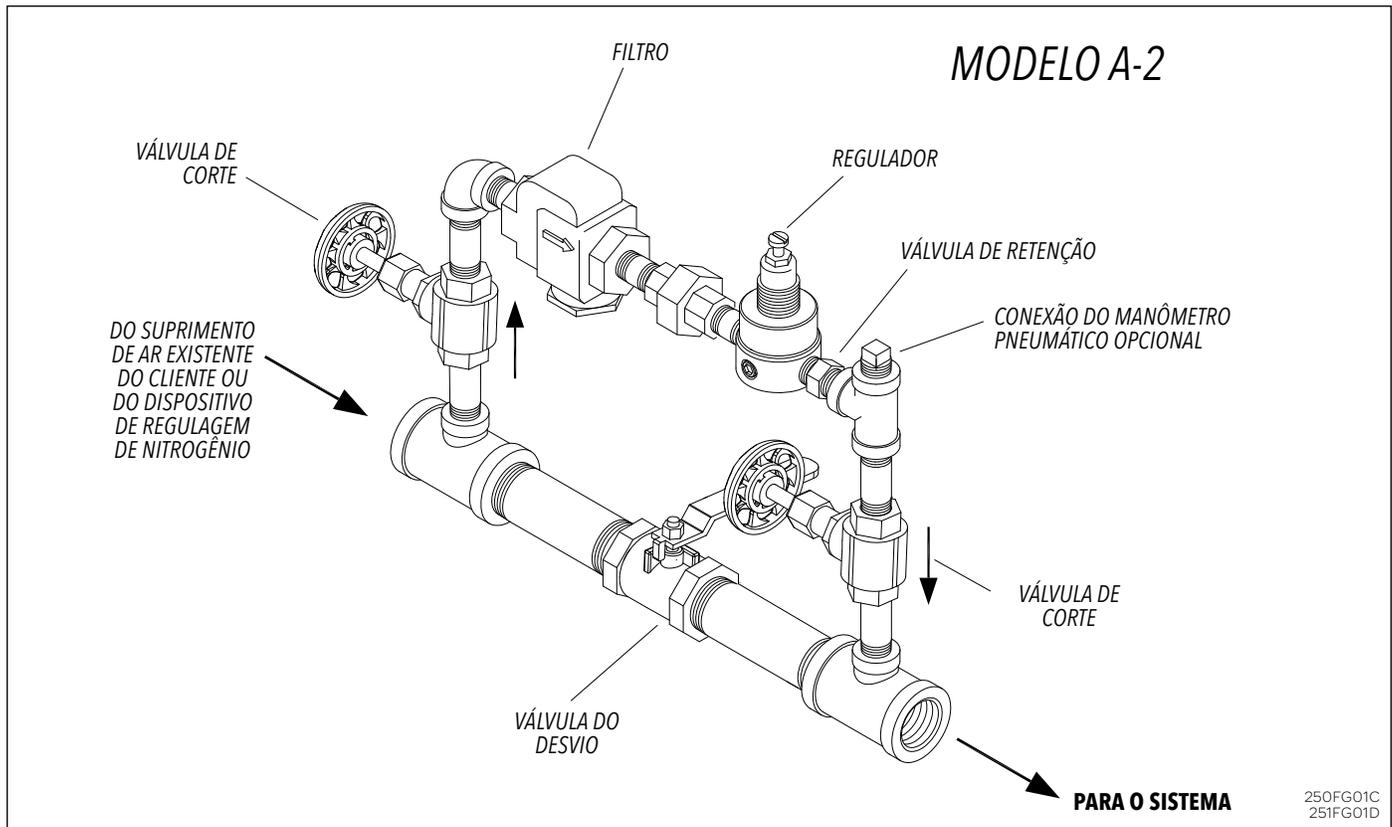

Fig. 8
**Nota:** a contraporca no regulador (Nº 1, Fig. 8) devem ser apertadas após o ajuste, de modo a se prevenir uma alteração acidental na configuração da pressão.
O regulador de pressão (Fig. 8) é ajustado em fábrica para manter uma pressão nominal de ar ou nitrogênio de 30 psi (2,1 bar) no sistema. Para alterar a pressão de saída, solte a contraporca no topo do regulador e gire o parafuso de ajuste no sentido horário para aumentar a pressão. Para reduzi-la, gire o parafuso de ajuste no sentido anti-horário. A pressão resultante pode ser determinada no manômetro de ar dos sprinklers uma vez que o fluxo de ar através do dispositivo tenha cessado, ou no manômetro opcional mostrado na Figura 8.
4. Caso seja necessário realizar a manutenção do regulador, do filtro ou da válvula de retenção (Fig. 8) do dispositivo de manutenção de pressão, certifique-se de que ambas as válvulas de corte estejam fechadas e que a pressão tenha sido aliviada na seção através da união de 1/4". Estas válvulas devem ser reabertas para que a operação automática seja habilitada.